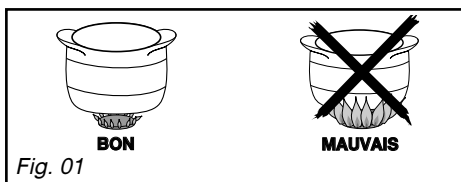

Fig. 01
– Réglez la couronne de flammes de façon que celles-ci ne débordent pas du pourtour du récipient (Fig. 01).